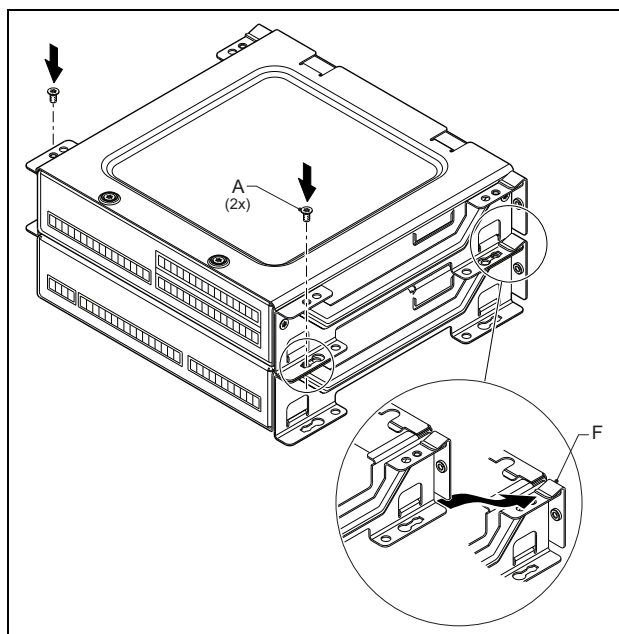

figure 20.11: Empilage de modules
- 7 Placez le module supérieur sur le module inférieur (voir figure 20.11).